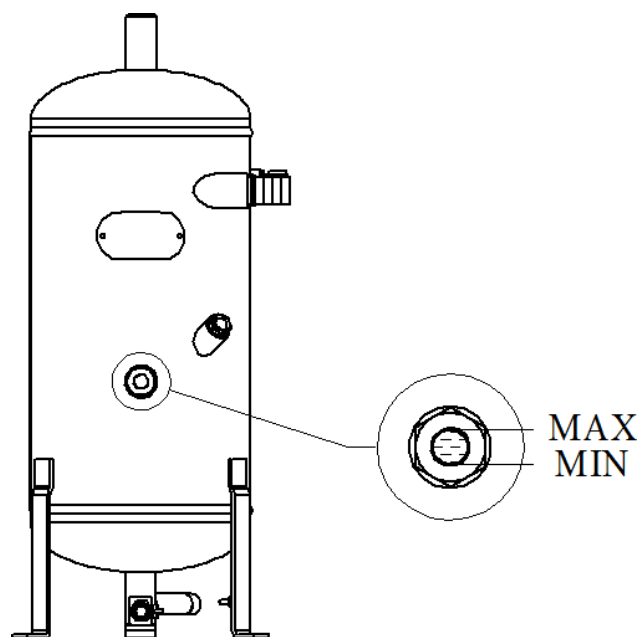

Рисунок 6
- включить для прогрева масла до температуры более 70°C, после чего отключить, через 5-10 мин. проверить уровень масла, при необходимости – долить (см. рисунок 6).
|                                                                        | Слишком низкий уровень масла                                                                          | Выполните дозаправку установки маслом (см. рисунок 6)                                                        |